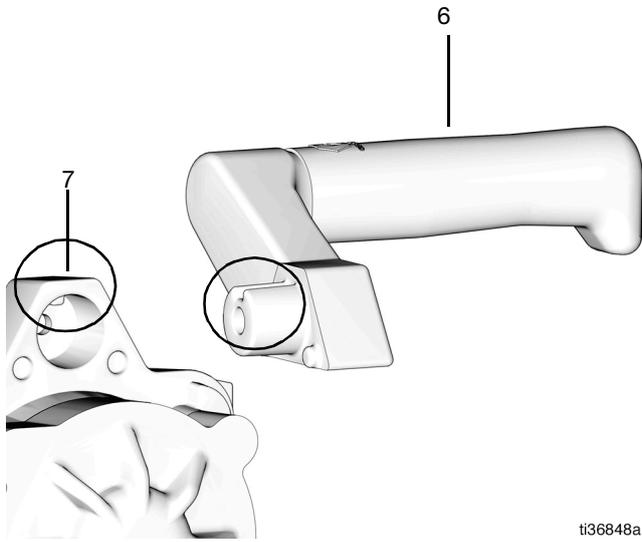

図 12
12. ハンドルのスロットをポンプ (7) の背面にある穴のキーと揃えてから、ハンドル (6) を穴とキーに配置してください (図 12)。